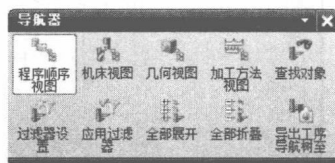

图 1-10 操作【导航器】工具栏
④ 操作【导航器】工具栏。这个工具栏包含的几乎全部是用于决定工序导航器显示内容的工具，如图 1-10 所示。